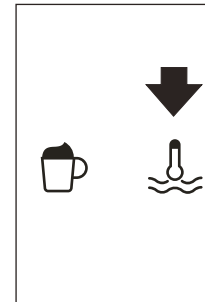

Fig. 27
- ▶ Prima o ícone ⤴ (B13) (Fig. 27).